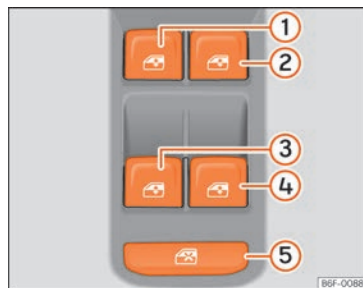

Fig. 127 Détail de la porte du conducteur : commandes des fenêtres.
La commande de sécurité »» fig. 127 ⑤ située sur la porte du conducteur vous permet de désactiver les touches des lève-glaces sur les portes arrière.
Les touches **»»** **fig. 127** **①**, **②**, **③** et **④** disposent de deux positions pour l'ouverture des glaces et de deux autres pour leur fermeture. Il est ainsi plus simple de contrôler les processus d'ouverture et de fermeture.